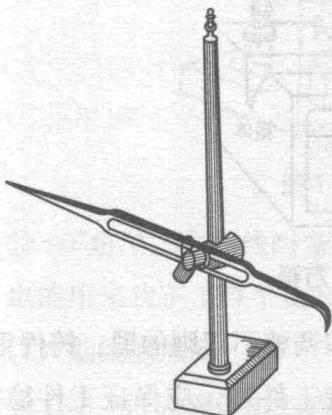

图 1-4 划线盘
④ 划线盘（如图 1-4 所示）。它来进行立体划线和校正工件位置。划针的直头端供划线用，为了增加划线时的刚度，划针不宜伸出过长。弯头端用来找正工件的位置。划线时划针要处于水平位置，不能倾斜太大，双手扶划线盘的底座，推动它在划针平板上平行移动，进行划线。